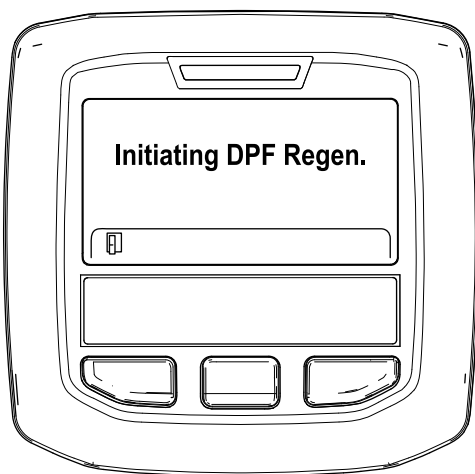

Figura 53
- A. Se muestra el mensaje "Initiating DPF Regen." (Iniciando regeneración de DPF) (Figura 53).